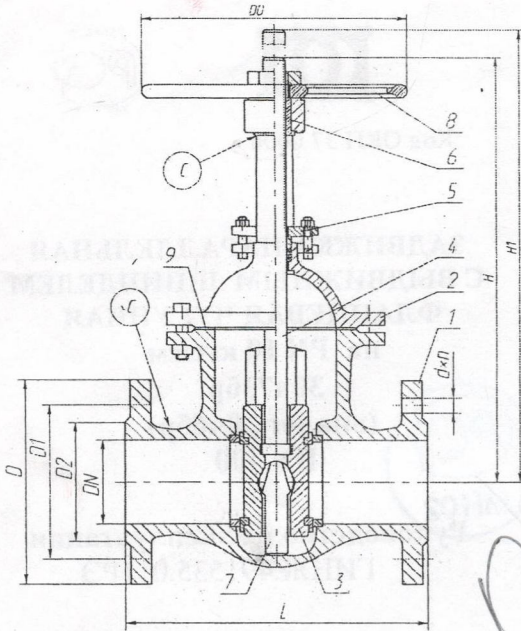

Рис.1
3.1. Задвижка (рис. 1) состоит из следующих основных деталей: корпуса 1, крышки 2, дисков 3, шпинделя 4, сальника 5, втулки резьбовой 6, клина 7 и маховика 8.
Места строповки  → указаны на Рис. 1.